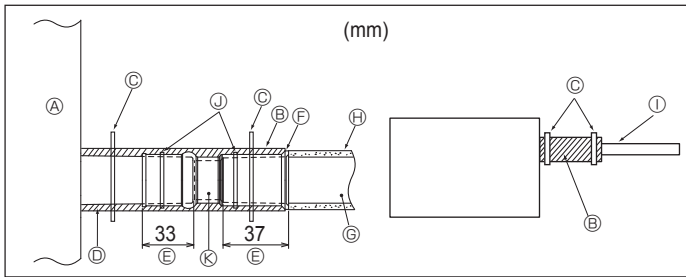

Abb. 3-5
1. Die Abblösmuffe (mit der Anlage geliefert) an den Dränageauslaß anschließen. (Abb. 3-5) (Das Rohr mit PVC-Kleber ankleben und dann mit einem Bänder sichern.)
[Abb.3-5]